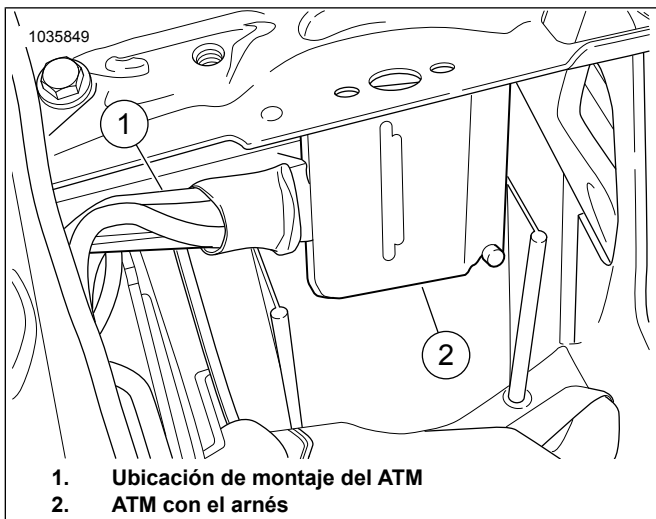

Figura 14. Ubicación de montaje del ATM
13. Ver Figura 14. Limpie la superficie de montaje con una almohadilla con alcohol. Quite el forro del respaldo adhesivo y coloque la cinta Dual Lock en el ATM. Quite el forro del respaldo adhesivo de la cinta Dual Lock e instale el ATM (1) a la parte trasera del compartimiento de la batería.